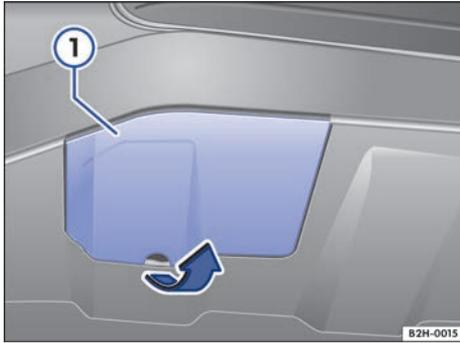

Fig. 186 En el lado derecho del paragolpes delantero: tapa.
El alojamiento del gancho para remolque enroscable se encuentra en el lado derecho del paragolpes delantero detrás de una tapa ⇒ **fig. 186** ①.
- Introduzca la punta plana del destornillador en el rebaje de la tapa y desmonte la tapa haciendo palanca en el sentido de la flecha ⇒ **fig. 186**.